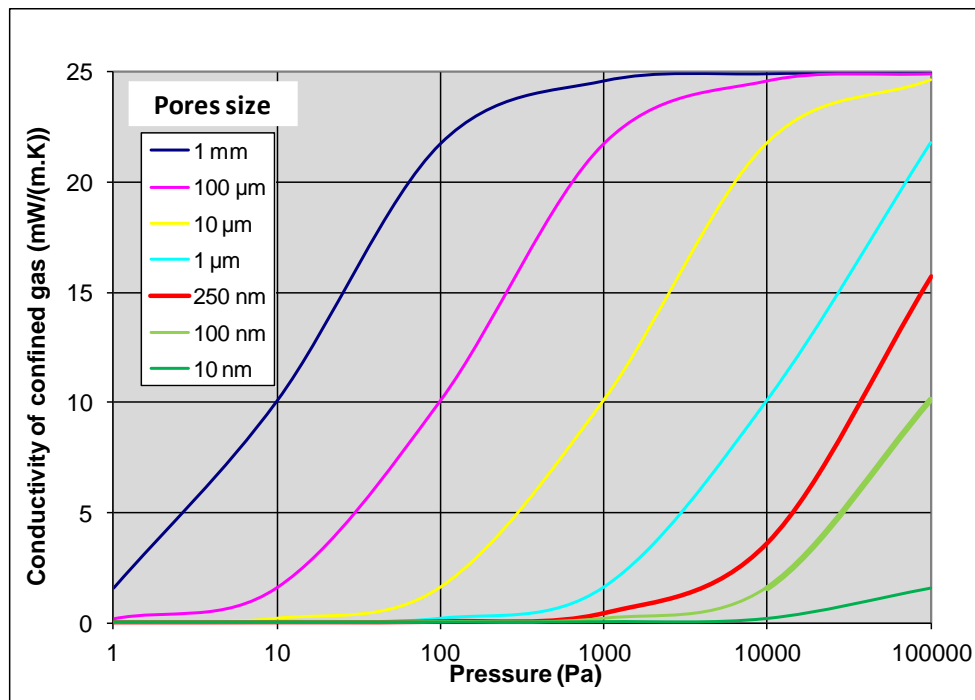

Figure 2: Evolution de la conductivité en fonction de la pression d'un gaz pour différentes tailles de pore.
On considère deux PIV décrits dans le tableau 3 dont le comportement de Knudsen du gaz est rappelé par l'équation (1) donnant la conduction gazeuse et par la figure 2.